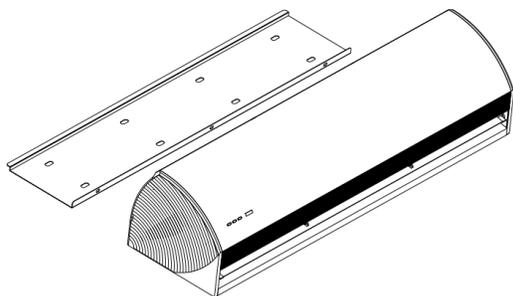

Imagen 1: saque el soporte del chasis
1. Saque el soporte del chasis: Después de desembalar, afloje el tornillo de sujeción del soporte del chasis desde la parte inferior y separe el soporte del chasis de toda la máquina (imagen 1);